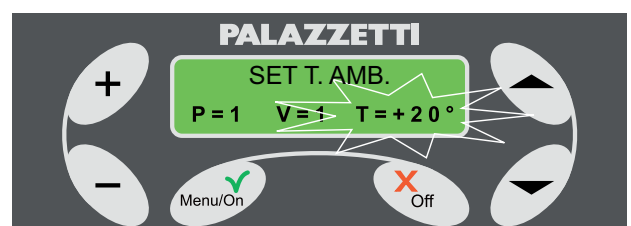

Fig. 1.7.4
- 1) select "MENU TIMER" (Fig. 1.7.4) and press Menu/On.